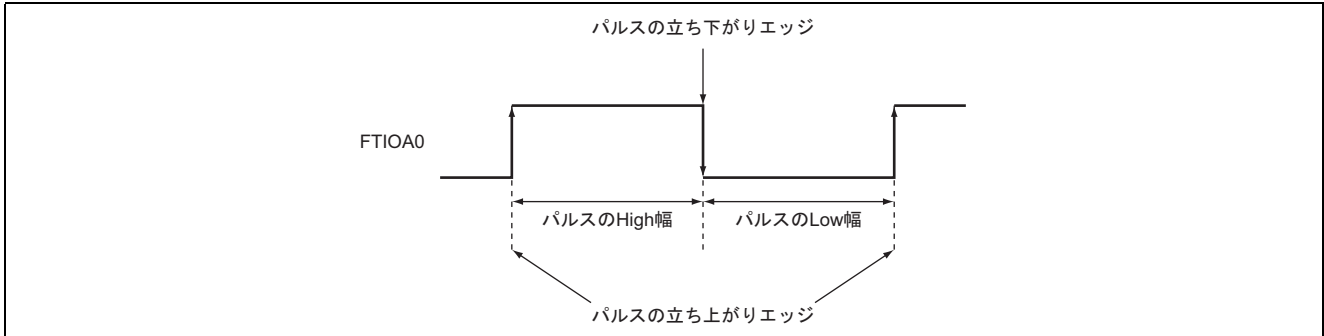

図 1.1 入力パルス幅の測定
1. 図 1.1 に示すように、タイマ Z インพุットキャプチャ機能のバッファ動作を使用して、インพุットキャプチャ入力端子 A0 (FTIOA0) に入力されたパルスの High 幅と Low 幅を測定します。